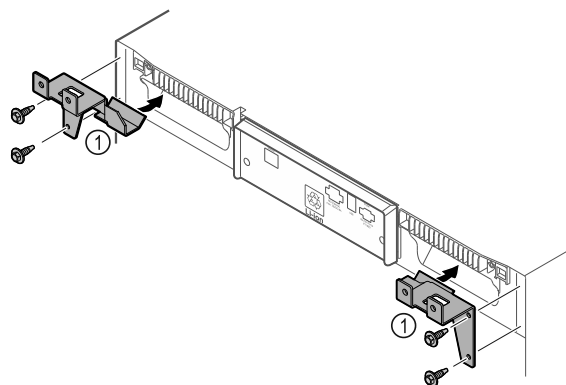

Fig. 10
- Přídržné díly Fig. 10 (1) namontujte na spotřebič pomocí samořezných šroubů.